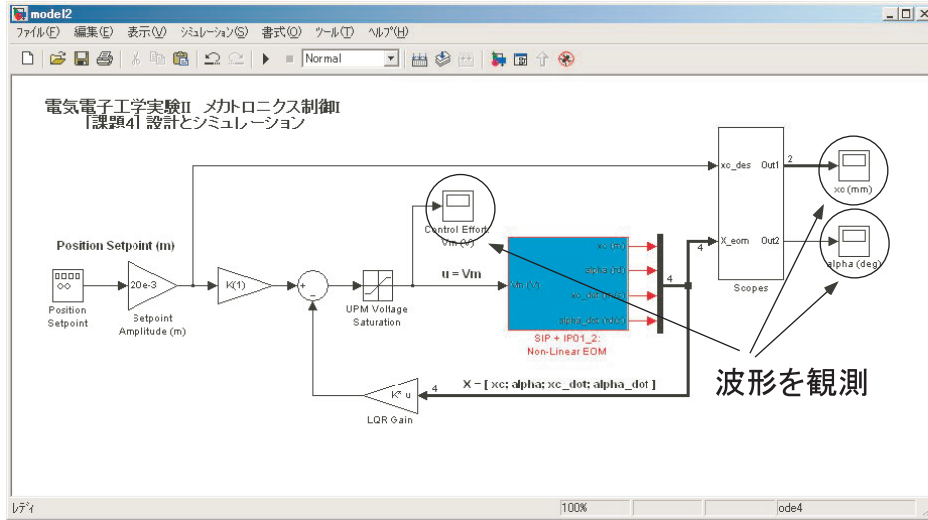

図 3: model2.mdl
- (1) q_1, q_2, q_3, q_4, r_1 の値を決定してプログラムを実行する (program3 を参照)。ここで、diag とは、対角行列の要素を記述するための記号である。
- (2) command 3 のように E を実行することにより、 $(A - BK)$ の極が負であるか確認する。
- (3) 図 3 の simulink ファイル model2.mdl を開いてシミュレーションをする。波形を観測して、図 4-6 のように制御仕様を満足するか確認する。